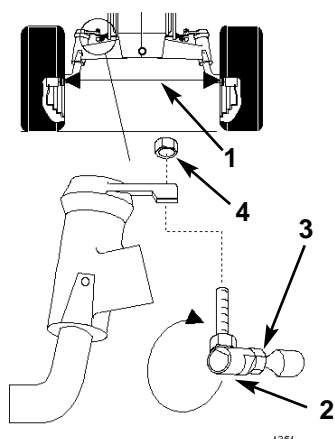

Fig. 32
Mantenete la convergenza delle ruote anteriori come indicato. Se l'usura delle ruote è irregolare, se il tappeto erboso è rigato o se lo sterzo è faticoso, è necessario metterla a punto. Verificate la convergenza ogni 100 ore di esercizio, oppure una volta all'anno, optando per l'intervallo più breve (Fig. 32).
3. Misurate la distanza tra i cerchi (all'altezza del fusello), sul davanti e il dietro delle ruote (Fig. 32).
2. Togliete il nodo sferico da una leva dello sterzo (Fig. 32).
4. Allineate le superfici piane del nodo sferico con le superfici piane del tirante, e serrate il controdado (Fig. 32).